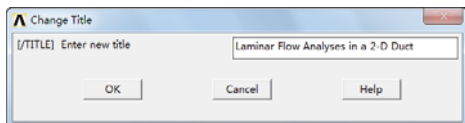

图 5-76 “Change Title”对话框
② 定义工作标题：依次选择 Utility Menu→File→Change Title，会出现“Change Title”对话框，在对话框中输入工作标题“Laminar Flow Analyses in a 2-D Duct”，如图 5-76 所示，单击“OK”按钮关闭对话框。